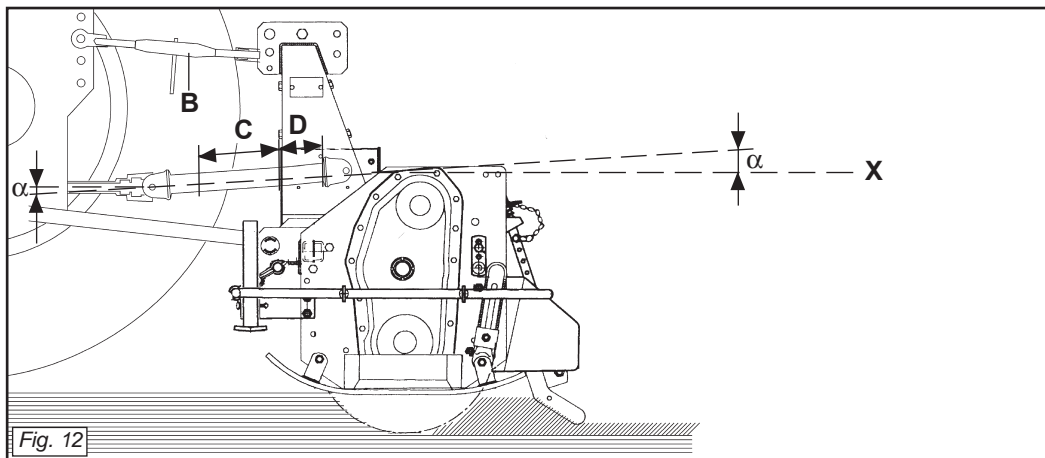
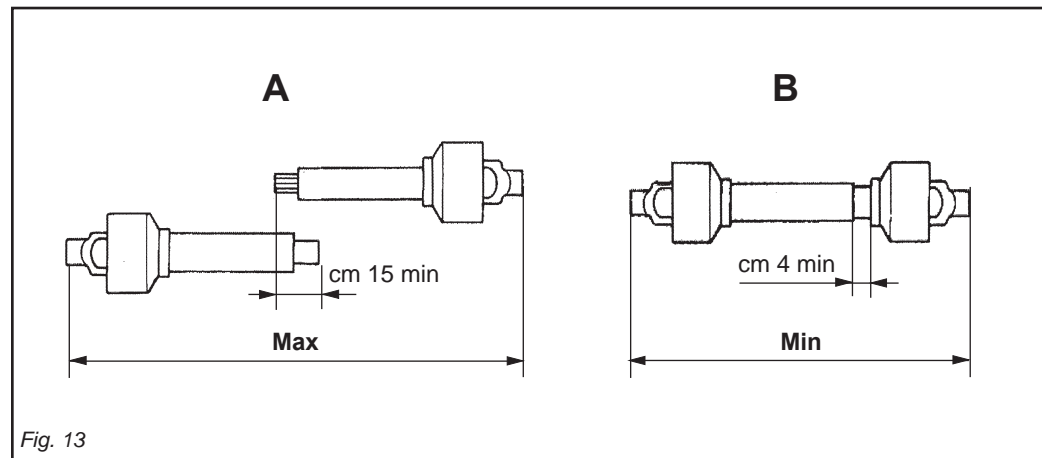

Fig. 12
Fig. 13
Per fare ciò aumentare o diminuire la lunghezza della barra superiore dell'attacco (B Fig. 12) in modo da portare l'asse (X Fig. 12) della ghiera scanalata della scatola parallela al suolo.
- I due angoli (α Fig. 12) formati dalle assi delle forcelle e l'asse dei tubi scorrevoli saranno uguali e non dovranno superare i 10°.
- La copertura (C Fig. 12) dei tubi scorrevoli deve essere di 15 cm minimo (Fig. 13).
To achieve this, increase or decrease the length of the top bar of the hitch (B Fig. 12) so as to set the axis (X Fig. 12) of the housing's grooved ring nut parallel to the ground.
- The two angles (α Fig. 12) formed by the fork axes and the axis of the sliding tubes will be equal and must not exceed 10°.
- The sliding tubes (C Fig. 12) must overlap by at least 15 cm (Fig. 13).
Pour obtenir cette condition augmenter ou diminuer la longueur de la barre supérieure de l'attelage (B Fig. 12) de manière à ce que l'axe (X Fig. 12) de la bague cannelé de la boîte soit parallèle au sol.
- Les deux angles (α Fig. 12) formés par les axes des fourches et l'axe des tubes coulissants doivent être identiques et ne doivent pas dépasser 10°.
- La couverture (C Fig. 12) des tubes coulissants doit être au minimum de 15 mm (Fig. 13).
Um dies zu erhalten, die Länge der oberen Kupplungsstange (B Abb. 12) erhöhen oder verringern, bis die Achse (X Abb. 12) der Keilmutter des Gehäuses parallel zum Boden steht.
- Die beiden Winkel (α Abb. 12), die aus den Achsen der Gabeln und der Achse der Gleitrohre bestehen, müssen gleich groß sein und dürfen auf keinen Fall größer als 10° sein.
- Die Überdeckung (C Abb. 12) der Gleitrohre muss mindestens 15 cm ausmachen (Abb. 13).
- Los dos ángulos (α Fig. 12) formados por los ejes de las horquillas y el eje de los tubos corredizos serán iguales y deberán superar los 10°.
- La cobertura (C Fig. 12) de los tubos corredizos debe ser como mínimo de 15 cm (Fig. 13).
- I due tubi dell'albero di trasmissione a cardano non si devono ricoprire completamente, una corsa di sicurezza (D Fig. 12) di 4 cm minimo deve sussistere.
- Gli angoli (α Fig. 12) dei cardani non devono essere superiori a 40° (Fig. 12).
Quando esso è inserito al massimo, il gioco minimo consentito deve essere di 4 cm. (Fig. 13).
- The two tubes of the driveline shaft must not fully overlap. There must always be a safety travel (D Fig. 12) of at least 4 cm.
- The angles (α Fig. 12) of the drivelines must not exceed 40° (Fig. 12).
When fully inserted, the minimum play must be 4 cm. (Fig. 13).
- Les deux tubes de l'arbre de transmission à cardans ne doivent pas se recouvrir complètement, il doit rester une course de sécurité (D Fig. 12) de 4 cm au minimum.
- Les angles (α Fig. 12) des cardans ne doivent pas être supérieurs à 40° (Fig. 12).